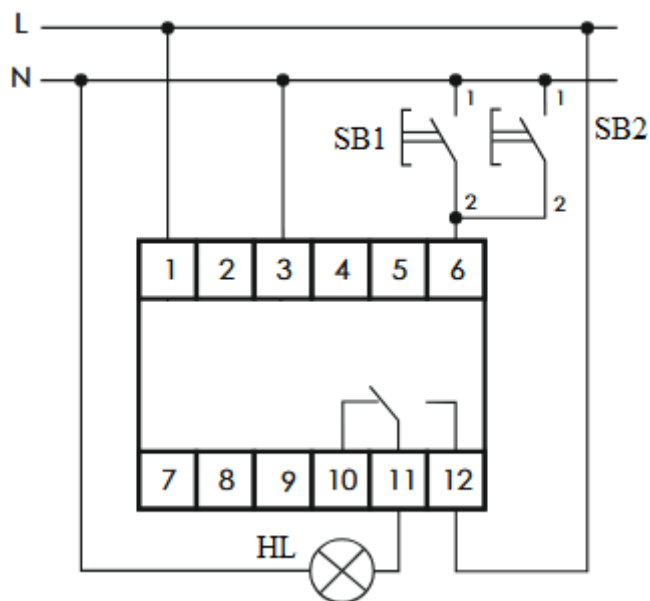

Рисунок 1. Принципиальная схема подключения реле BIS-411
1. Соберите схему, приведенную на рис. 1.